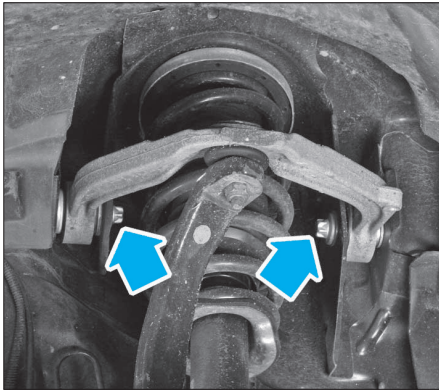

FIG. 12
- Déposer les vis de fixation du bras supérieur sur la caisse (Fig.12).